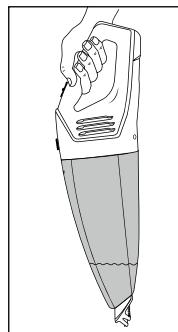

Fig. 3
- Tras aspirar líquidos, transporte siempre el aparato con la boquilla de aspiración de líquidos ① orientada hacia abajo (consulte la fig. 3):